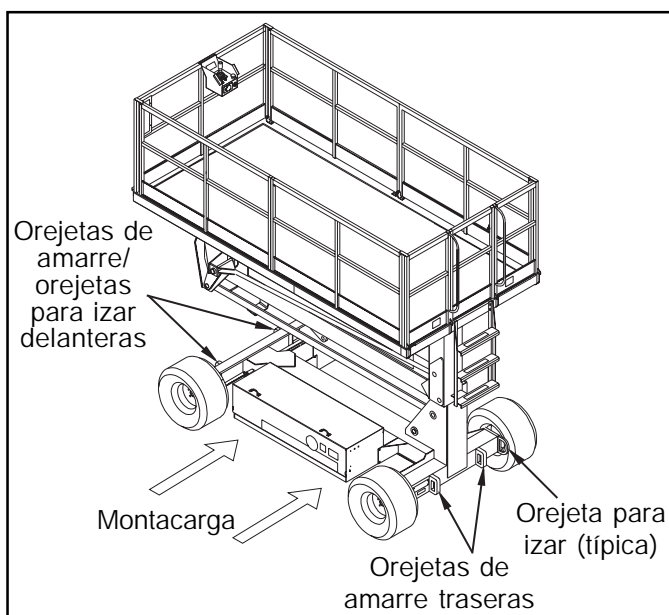

Figura 5: Transporte de la plataforma de trabajo
Levantar con el montacarga desde el costado del chasis, por debajo de los módulos (Figura 5).
Fijar las correas a las orejetas para izar del chasis solamente (Figura 5).
2. Sujetar la plataforma de trabajo al vehículo de transporte con cadenas o correas de la capacidad de carga adecuada sujetas a las orejetas de amarre del chasis (Figura 5).